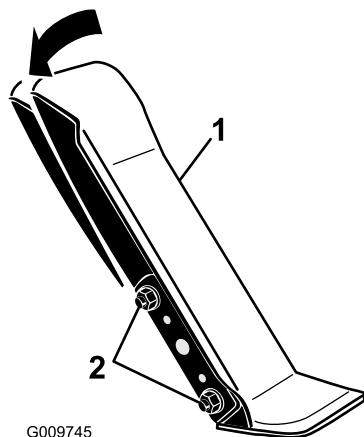

Figura 101
1. Allentare i 2 dadi e bulloni che fissano il lato sinistro del pedale di trazione alla staffa (Figura 101).
2. Inclinate il pedale nell'angolazione desiderata e stringete i dadi (Figura 101).